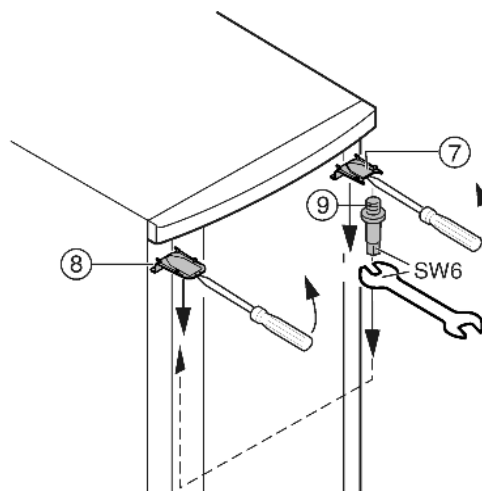

Fig. 7
- Za pomocą śrubokrętu podważyć z przodu osłonę Fig. 7 (7) u góry i osłonę Fig. 7 (8) i wyjąć je skośnie w dół.
- Wykręcić trzpień zawiasu Fig. 7 (9) i wkręcić mocno po przeciwnej stronie (z siłą 4 Nm).
- Ponownie zamontować osłonę Fig. 7 (7) po stronie sworznia łożyska: nasadzić z tyłu i zażębić z przodu.
- Zamontować osłonę Fig. 7 (8) po przeciwległej stronie: nasadzić z tyłu i zażębić z przodu.
- Drzwi zawiesić na górze na trzpieniach zawiasów Fig. 7 (9).